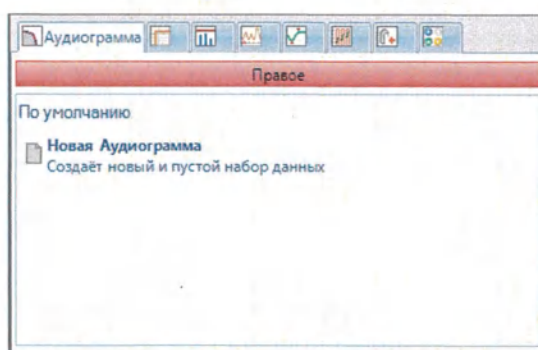

Рис. 50 Диалоговое окно задачи «Аудиограмма»
1. При нажатии кнопки **Новая задача** открывается диалоговое окно задачи, показанное на рис. 50, в котором можно выбрать вкладку «Аудиограмма» и создать аудиограмму, щелкнув пункт **Новая аудиограмма**.